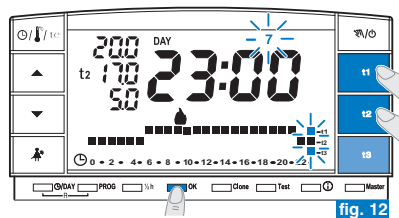

fig. 12
- Después de registrar el perfil térmico para el día **Domingo (7)**, pulsar **OK** (ejemplo fig. 12) para memorizarla y volver a visualizar el día **Lunes (1)** luego **pulsar nuevamente la tecla OK por 4 segundos** (ejemplo fig. 13); con esta operación **se graba todo el programa de semana**.